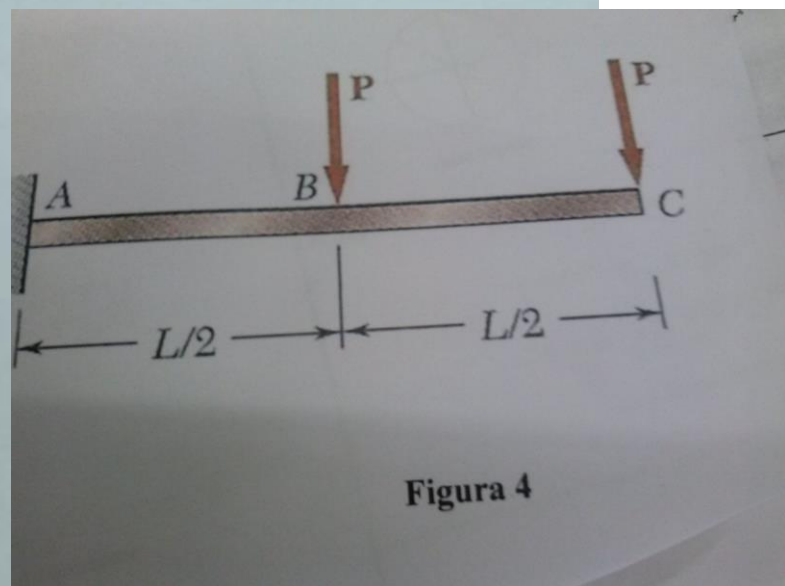

Figura 4
- 4ª Questão (2,5 pontos) – Determine, utilizando um método de energia, o deslocamento do ponto B da viga mostrada na figura. Considere EI constante. (Figura 4)